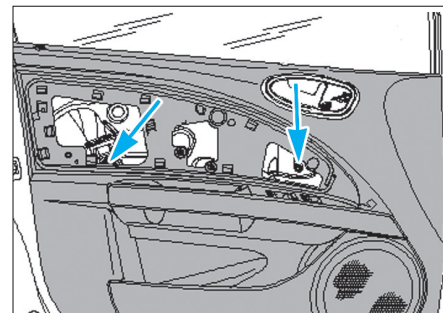

Fig. 62
• Monter ou descendre la vitre jusqu'à pouvoir accéder aux vis des mâchoires de serrage (Fig.62).